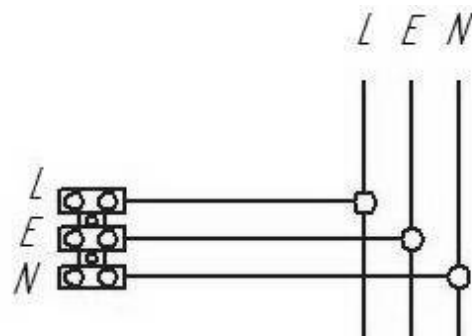

Рисунок 2 - Схема подключения светильника ДБО84 Coral.
- 6.5 Подключение светильника производить согласно схемы (рисунок 2,3)